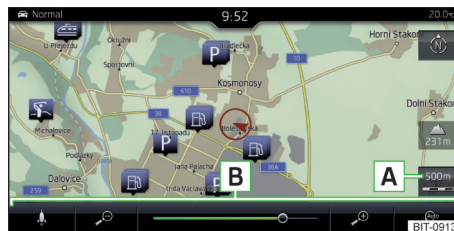
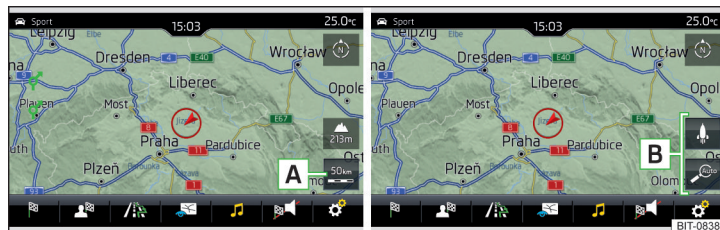

Fig. 221
Fig. 222 Superficies funcionales para el cambio de escala del mapa: infotainment Amundsen
- Pulse la superficie funcional **A** » **fig. 221** o » **fig. 222**.
En el área **B** » fig. 221 o » fig. 222 se visualizan las superficies funcionales para el cambio de escala del mapa.
- Pulsar la superficie funcional **A** » fig. 221 y utilizar el control deslizante o pulsar la superficie funcional **B** » fig. 221 (válido para el Infotainment Columbus).